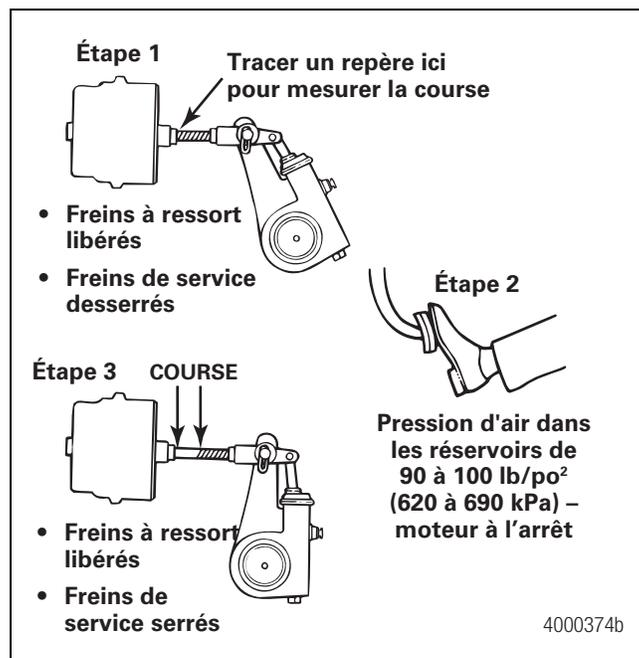

Figure 6.4
3. Lorsque les freins sont desserrés, tracer un repère à l'endroit où la biellette émerge du récepteur de freinage. Mesurer et noter la distance. Demander à un second technicien d'appliquer les freins et de les maintenir serrés. Figure 6.4 Tenir une règle en parallèle avec la biellette, puis mesurer précisément la course. Une erreur de mesure peut affecter les limites de rajustement de la CVSA. La CVSA stipule qu'un « excès de jeu de 1/4 po d'un des freins au-delà de la limite de rajustement, ou qu'une insuffisance de jeu de 1/4 po de deux des freins au-delà de la limite de rajustement, ne sera pas acceptable lors de la vérification mécanique ».
4. Mesurer la course de la biellette ou la course réglée du récepteur de freinage, de l'endroit où la biellette émerge du récepteur jusqu'au repère tracé sur la biellette. Mesurer et noter la distance. Figure 6.4.